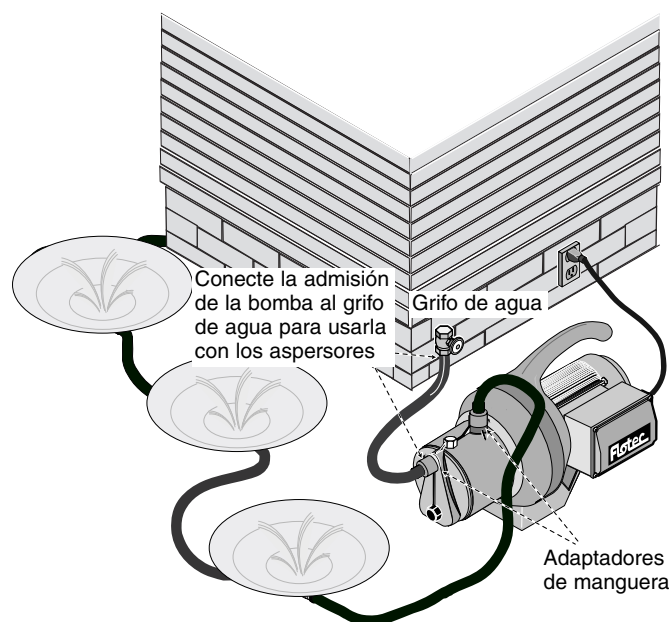

**Figura 2 – No haga marchar la bomba con la salida cerrada.**
**⚠ PRECAUCIÓN** **Presión peligrosa.** Cuando use una manguera de jardín como línea de descarga, no haga marchar la bomba con la salida o la boquilla de la manguera cerrada. La manguera o la boquilla pueden explotar por el exceso de presión. Consulte la Figura 2. Cuando use la bomba para lavar a presión alta, use solamente una manguera o tubería reforzada de alta presión para la línea de descarga.